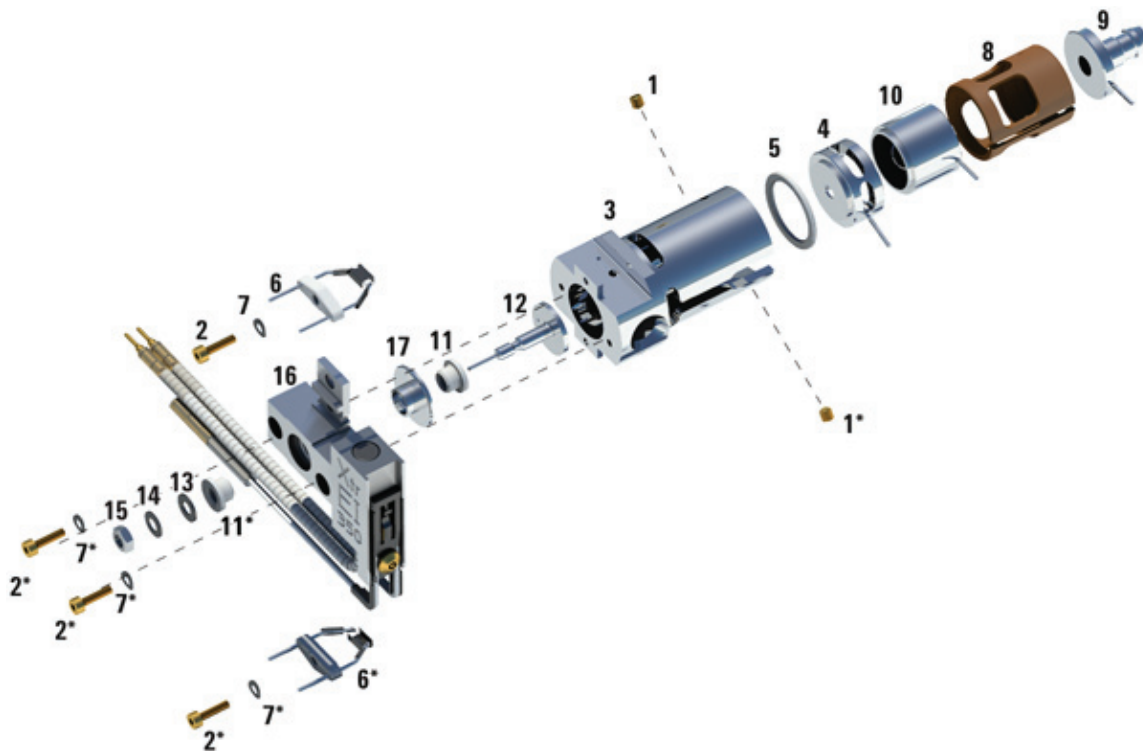

Figure 60. Montage de la source EI XTR
Se reporter à la vue éclatée des pièces et à la liste des pièces de la source EI XTR en suivant cette procédure. (Voir **Figure 60** et **Tableau 20** page 207.)
- 1 Monter la lentille de focalisation d'ions, la lentille d'entrée étendue et l'isolant de lentille. (Voir **Figure 60** et **Tableau 20** page 207.)
- 2 Fixer l'isolant de lentille d'extracteur sur la lentille d'extracteur et les faire coulisser dans la source. (Voir **Figure 60** page 207.)
Tableau 20 Liste des pièces de la source EI XTR (Figure 60)
Tableau 20 Liste des pièces de la source EI XTR (Figure 60) (suite)